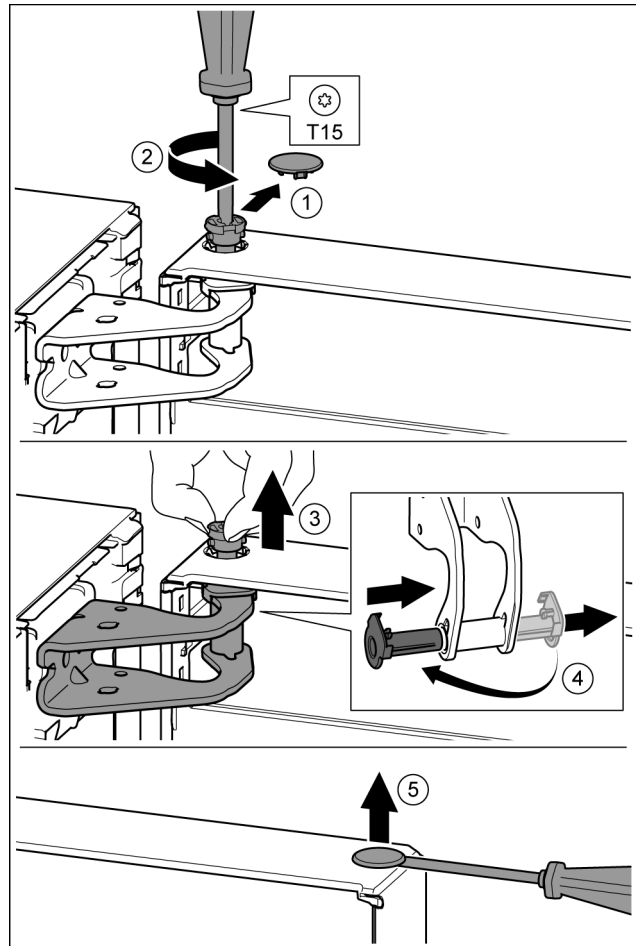

Fig. 13
- ▶ Opatrne vyťahnite poistný kryt. Fig. 13 (1)
- ▶ Skrutkovačom T15 trochu vyskrutkujte čap. Fig. 13 (2)
- ▶ Pevne držte dvere a čap vyťahnite prstami. Fig. 13 (3)
- ▶ Puzdro ložiska vyťahnite z vedenia. Nasadte z druhej strany a zaklapnite. Fig. 13 (4)
- ▶ Plochým skrutkovačom opatrne nadvihnite a vyberte zátku z puzdra ložiska dverí. Fig. 13 (5)